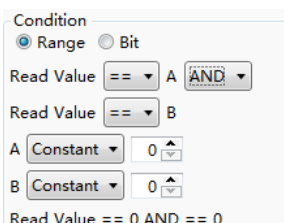

Рисунок 174 - Задание условия активации состояния
4. В данном поле задается условие активации статуса - состояние регистра. При этом в качестве условия можно выбрать сравнение значения в регистре с константой или переменной (рисунок 174).